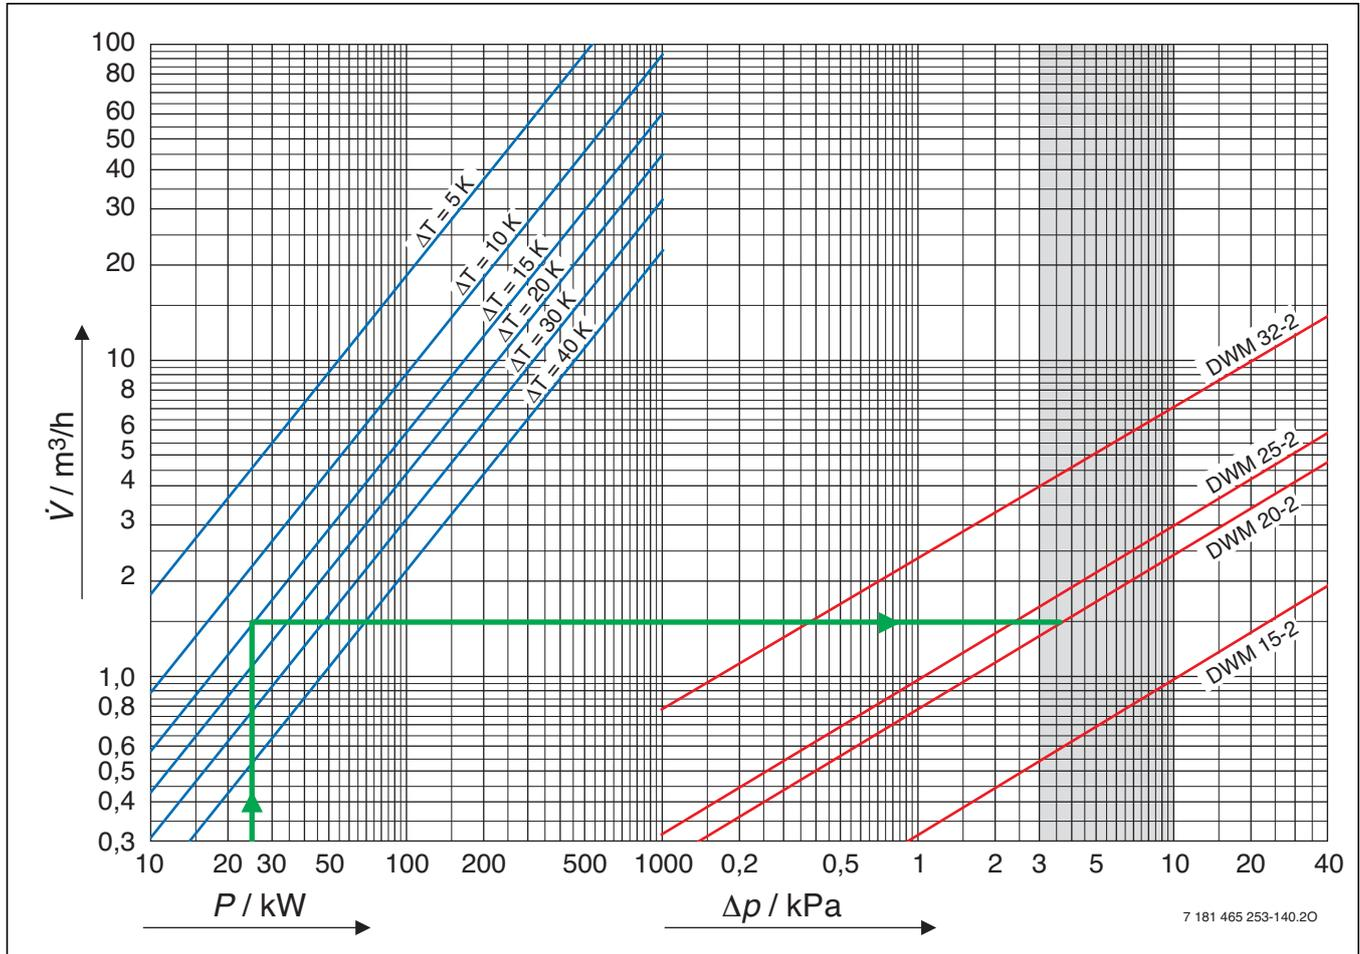

Bild 47 Auslegungsdiagramm für 3-Wege-Mischer
Um eine gute Reglercharakteristik zu erreichen, muss der Druckabfall im Mischer gleich dem Druckabfall des sog. „mengenvariablen“ Teils des Rohrnetzes sein, also ebenfalls ca. 3,0 ... 10,0 kPa. Dieser Zusammenhang liegt dem Dimensionierungsdiagramm (Bild 47) zugrunde.
- ▶ In der linken Hälfte von Bild 47 den Schnittpunkt von der Leistungslinie und der Temperaturdifferenzlinie suchen.
- ▶ In der linken Hälfte von Bild 47 den Schnittpunkt von der Leistungslinie und der Temperaturdifferenzlinie suchen. Dieser liegt bei dem Durchfluss von ca. $1,5 \text{ m}^3/\text{h}$.